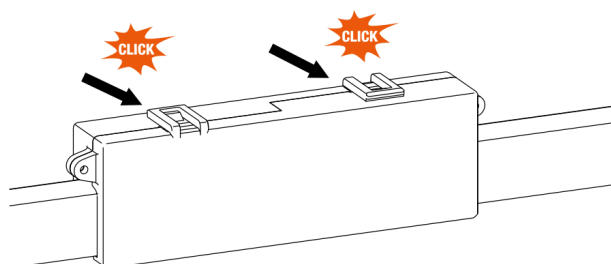
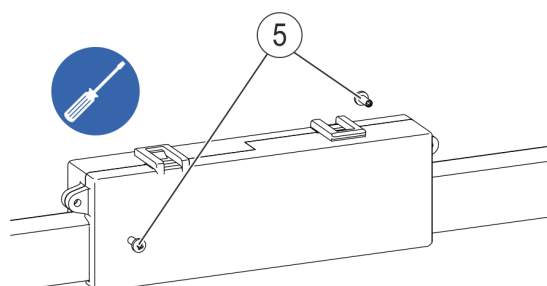

Abb. 80: Verbinderkappenhälften einrasten
Abb. 81: Verbinderkappenhälften verschrauben
- Die Verbinderkappenhälften (Pos. 4) des Verbinders unterhalb der Schiene einhaken und oberhalb des Schienenstoßes verschließen (siehe Abb. 80). Die Verbinderkappenhälften mit den zwei selbstschneidenden Schrauben (Pos. 5) an den seitlichen Plastikflaschen verschrauben (siehe Abb. 81).